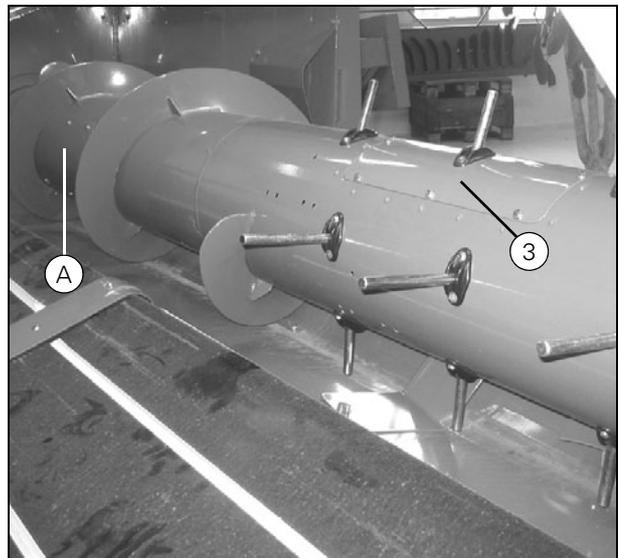

Рисунок 27
3. Выверните болты внутреннего кронштейна через треугольное отверстие (G). Используйте накидной ключ с длинной рукояткой. При наличии повреждений шнека жатки снимите крышки смотровых люков (З) и (А), (Рис. 27).
1. Снимите крышку смотрового люка (З) (Рис. 27).